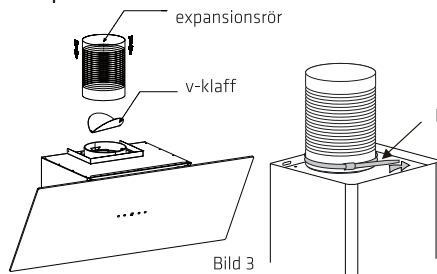

Bild 3
- Montera V-klaffen och expansionsröret på köksfläkten. Fäst expansionsröret på utloppet med en kabelklämma. **OBS! expansionsröret medföljer inte produkten. Se bild 3.**